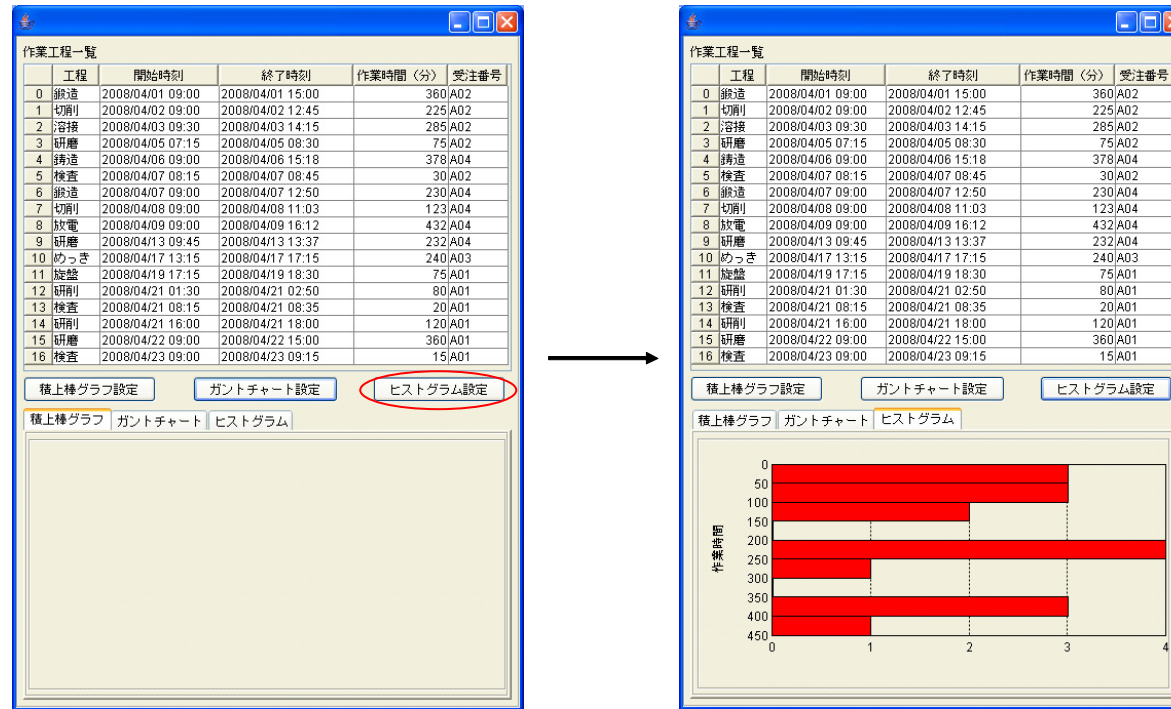
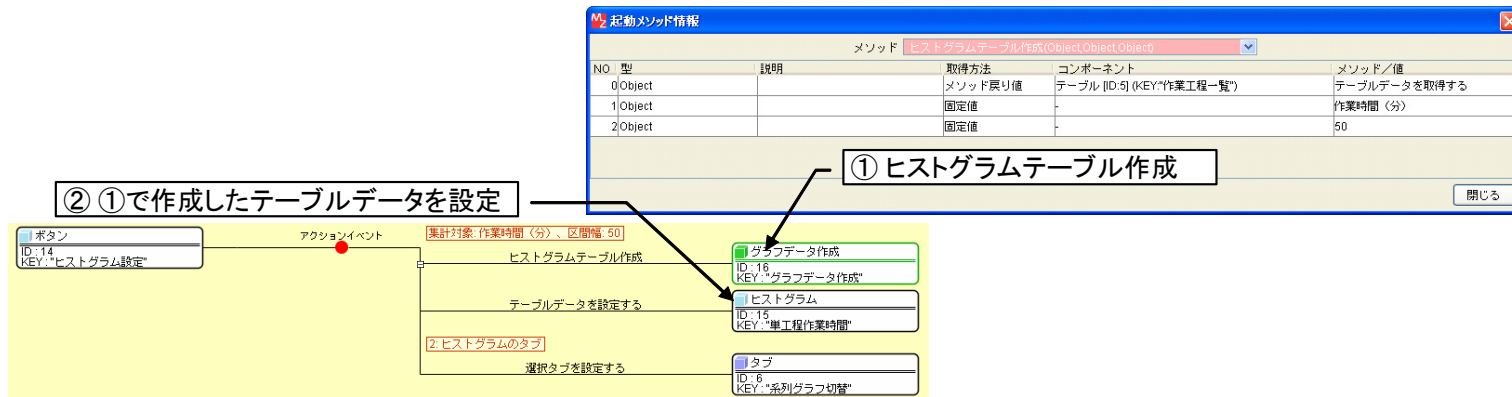

図 6 ヒストグラムの作成
図 7 ヒストグラム設定部分のコンポーネント接続図
では、この動作がどのように行われているのか、ビルダー上のコンポーネント接続図をたどってみることにしましょう。[ヒストグラム設定]ボタンをクリックすると、複合コンポーネントの「ヒストグラムテーブル作成(Object, Object, Object)」メソッドを起動し、ヒストグラム用のテーブルデータを作成します。第1引数は元となるテーブルデータで、図6で表示されているテーブルのデータです。第2引数が分類対象となる数値データを与える列名で、この場合は「作業時間 (分)」になります。第3引数は、度数集計を行うデータの区間幅で、ここでは50としています(図7①)。このようにして作成されたヒストグラムテーブルを、[ヒストグラム]コンポーネントに設定します(図7②)。